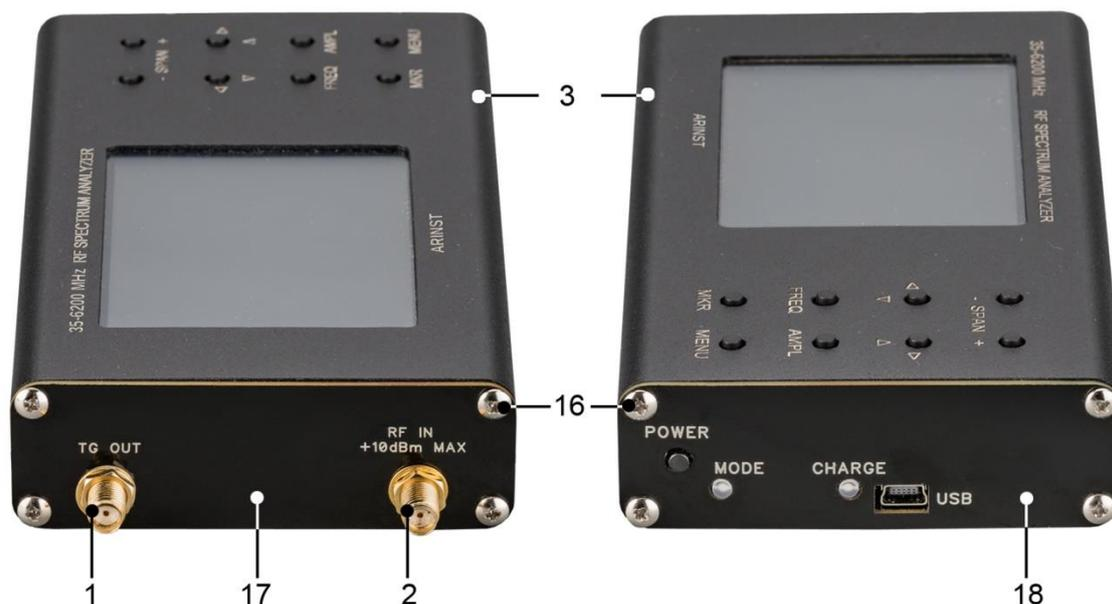

Рисунок 92 – Разборка корпуса прибора.
10.3.4. Вывинтите 4 винта (16) передней крышки (17) прибора. Затем вывинтите 2 верхних винта (16) задней крышки (18) прибора. (Рисунок 92).